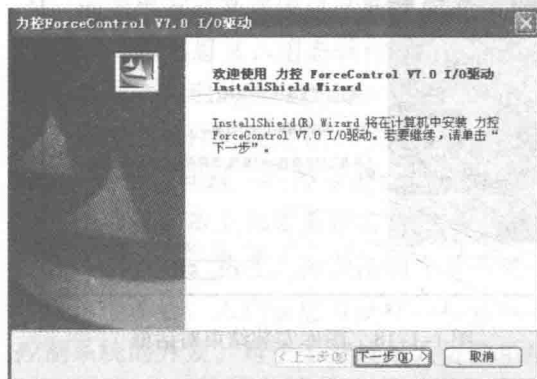

图 1-1-12 I/O 驱动安装“欢迎”对话框
1) 在图 1-1-2 所示的界面中单击“安装 I/O 驱动程序”按钮,弹出如图 1-1-12 所示的“欢迎”对话框。